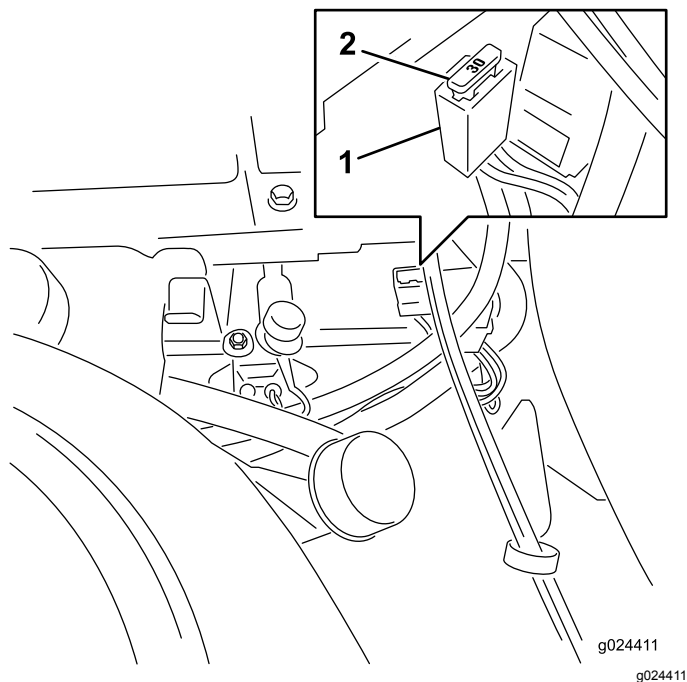

Figura 55
Nota: I fusibili sono posizionati sulla consolle destra vicino al sedile (Figura 55).
4. Allineate il nuovo fusibile con lo slot sul portafusibili (Figura 55).
5. Spingete il fusibile nel portafusibili fino a quando non è in sede (Figura 55).